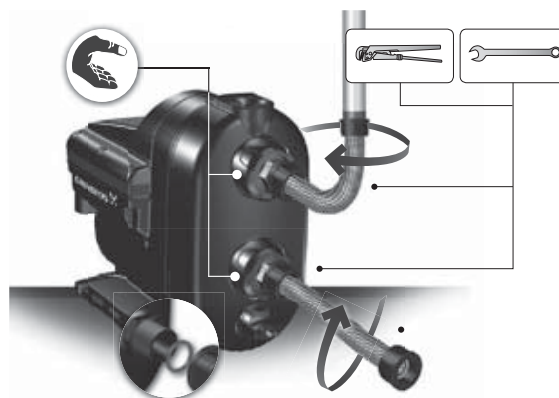

Рис. 6 Монтаж трубопроводов
2. Затем закрепите патрубки на входе и выходе SCALA2, удерживая их одной рукой и закручивая накидные гайки другой рукой. См. рис. 6.